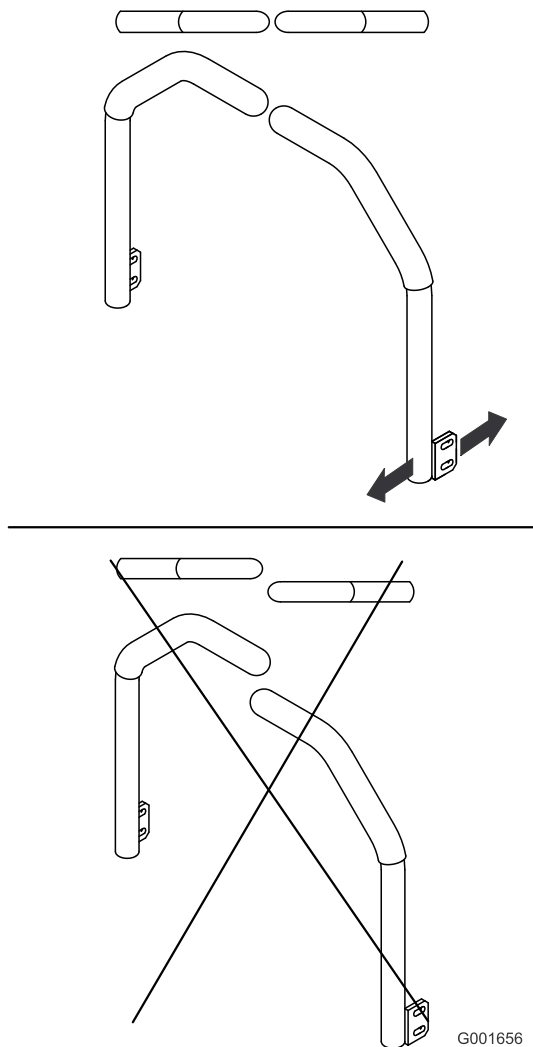

Figura 89
- Regolate le leve di controllo in modo che siano allineate e serrate i bulloni, fissando le leve alle colonne (Figura 89).